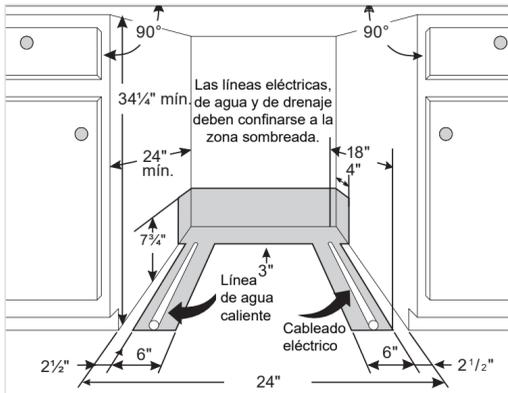

Figura 2
Para poder utilizar apropiadamente la unidad y que ésta tenga el aspecto adecuado, la abertura del gabinete debe tener las dimensiones que se indican en la figura 2. Si va a emplazar la unidad en una esquina, debe dejar un espacio mínimo de 2 pulgadas (2") a los lados para poder abrir la puerta.
- Las líneas eléctricas, de agua y de drenaje deben ocultarse en las zonas sombreadas en la figura 2.
- Todas las conexiones deben realizarse en la zona sombreada en la Figura 2.
- Corte un orificio de acceso dentro de la zona sombreada ilustrada en la Figura 2.
- Recorte el orificio de acceso para el agua en la zona sombreada en la figura 2.
- Antes de recortar el punto de acceso de la manguera de drenaje, compruebe ambos lados de la zona seleccionada para evitar interferencias. Recorte un orificio de 2" de diámetro en la zona sombreada en la figura 2.